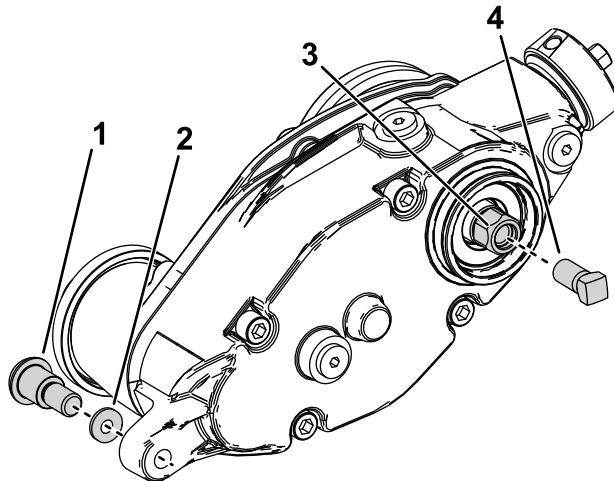

図 29
3. グルーマを駆動ボックスをアジャスタームに接続しているショルダーボルトと硬化ワッシャを外す 図 29。
5. 図 29のように、補強ねじP/N 1-803022別売をグルーマ駆動六角ヘッドのねじ溝に取り付けて  $13.5 \text{ Nm}$   $1.4 \text{ kg.m} = 120 \text{ in-lb}$  にトルク締めする。
6. グルーマ駆動六角ヘッドを回して、リールからグルーマ駆動ボックスを外す 図 29。